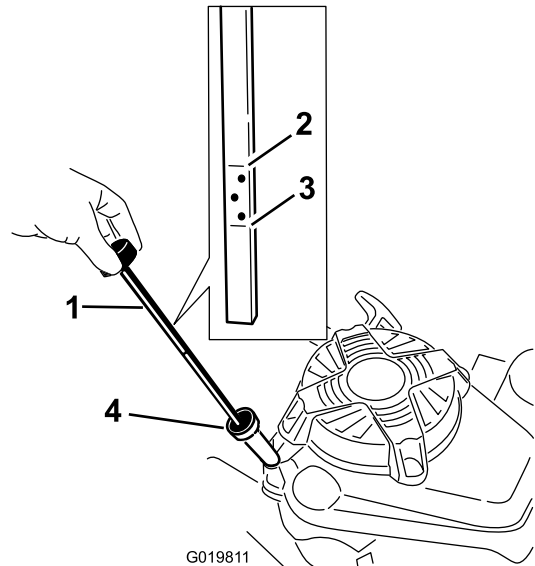

Figure 4
3. Si le carter est vide, versez de l'huile dans le goulot de remplissage jusqu'à ce que le carter soit rempli aux 3/4 (Figure 4).
6. Observez le niveau d'huile indiqué par la jauge (Figure 4).